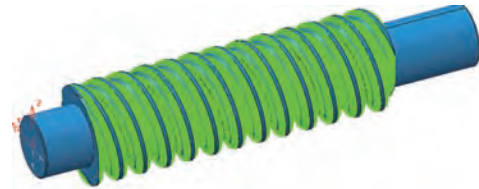

图 21 精加工刀具轨迹
(10) 按步骤 5 变换刀具路径的方法复制变换刀具路径。效果如图 21 所示。